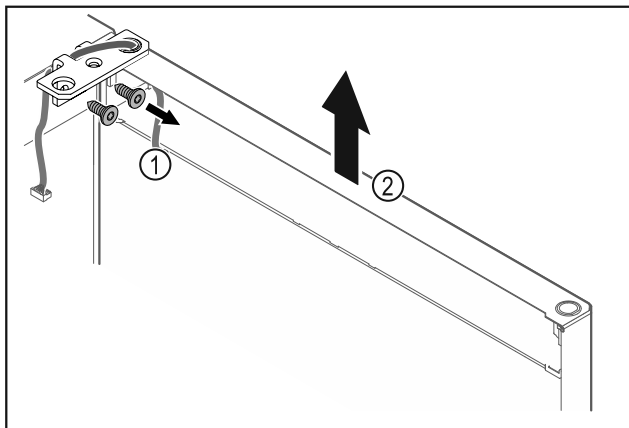

Fig. 17
- Desatornillar la escuadra de bisagra Fig. 17 (1).
- Levantar la puerta junto con la escuadra de bisagra Fig. 17 (2) aproximadamente 200 mm recta hacia arriba y retirar.